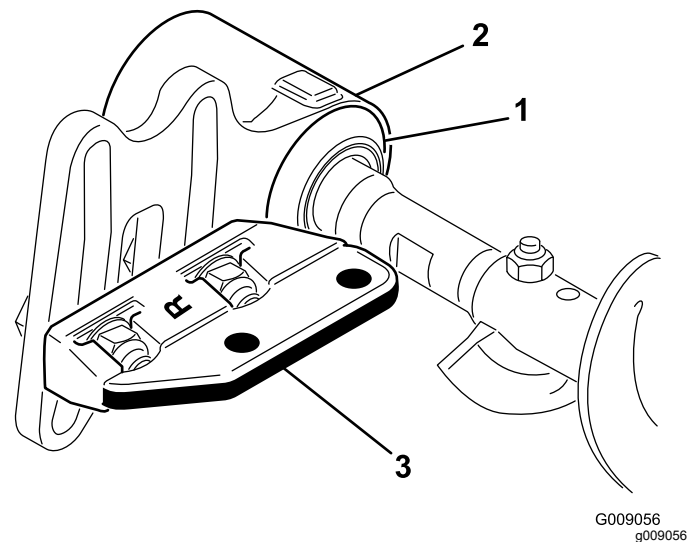

図 10
9. 各エクスクルーダシールを外側にずらし、シールのリップがそれぞれのベアリングハウジングに軽く接触するようにする 図 10。